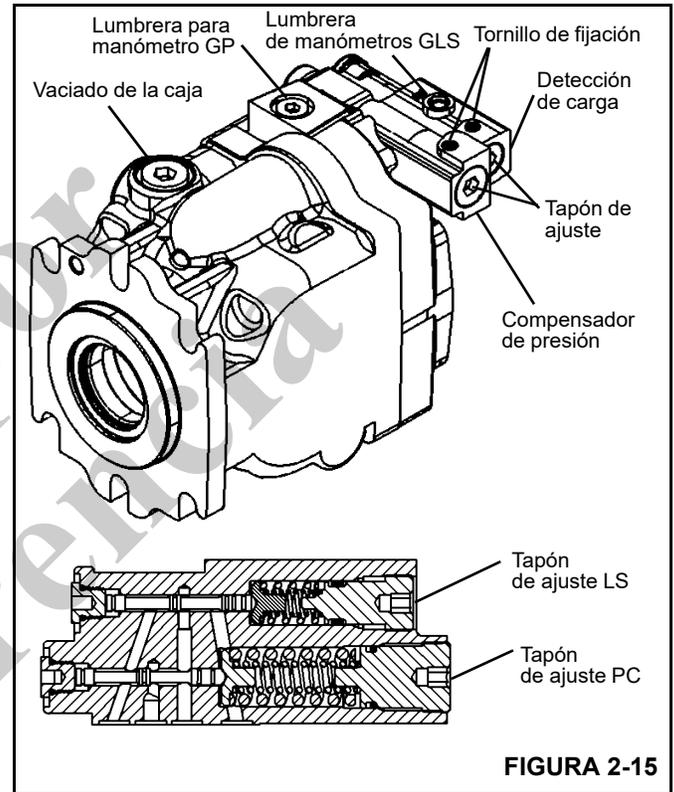

FIGURA 2-15
5. Instale un manómetro en la lumbrera para manómetro de presión de la bomba (GP) en la bomba (Figura 2-15).
2. Instale el manómetro en la lumbrera GP de la bomba (Figura 2-15).
- b. Ajuste el tapón de ajuste de detección de carga (LS) (Figura 2-15) en la bomba hasta que la presión en espera (margen) llegue a  $2482 \pm 172$  kPa ( $360 \pm 25$  psi) (Figura 2-15).
- c. Si se necesita ajustar la presión, afloje el tornillo de fijación de LS y ajuste el tornillo de fijación de LS "hacia adentro" para aumentar o "hacia afuera" para disminuir hasta alcanzar la presión correcta (Figura 2-15).
1. Instale un manómetro en la lumbrera para manómetro de presión de la bomba (GP) en la bomba (Figura 2-15).
5. Ajuste la presión máxima de la bomba con el tapón de ajuste del compensador de presión (PC) (Figura 2-15). Mientras sostiene la palanca de la pluma en la posición hacia arriba, afloje el tornillo de fijación de PC, luego ajuste el tornillo para aumentar o para disminuir hasta que se alcance la presión correcta y luego vuelva a ajustar el tornillo.
1. Instale un manómetro en la lumbrera para manómetro de la bomba (GLS) en la bomba (Figura 2-15).